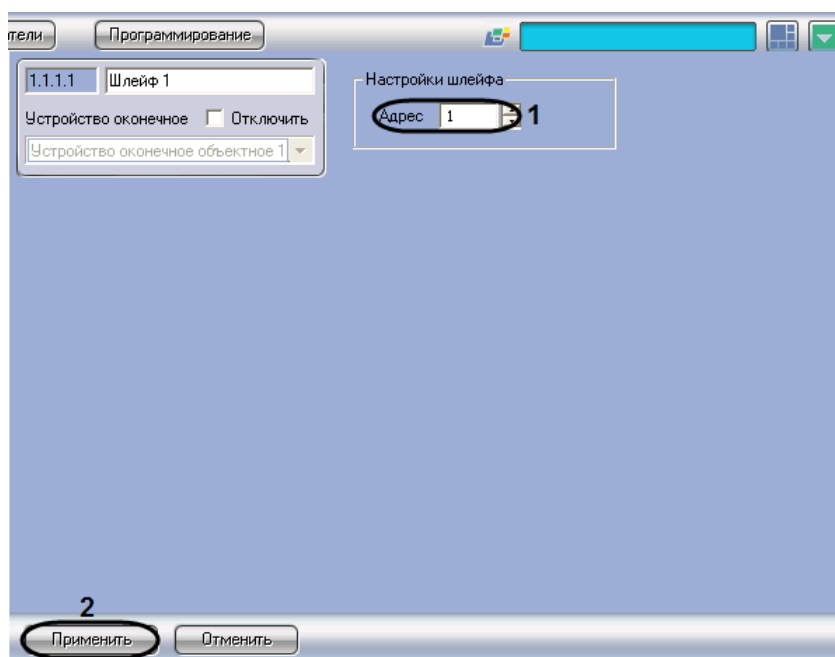

Рис. 3.7-2 Настройка шлейфа сигнализации, подключенного к УОО
Регистрация в ПК *ACFA Intellect* шлейфа сигнализации, подключенного к УОО, производится на панели настройки объекта **Шлейф**. Данный объект создается на базе объекта **Устройство оконечное объектное** на вкладке **Оборудование** диалогового окна **Настройка системы** (Рис. 3.7-2).
1. Перейти на панель настройки объекта **Шлейф** (Рис. 3.7-2).
2. В поле **Адрес** ввести с помощью кнопок **вверх-вниз** адрес (от 1 до 64) шлейфа сигнализации, подключенного к УОО (см. Рис. 3.7-2, 1).
3. Для сохранения внесенных изменений нажать кнопку **Применить** (см. Рис. 3.7-2, 2).